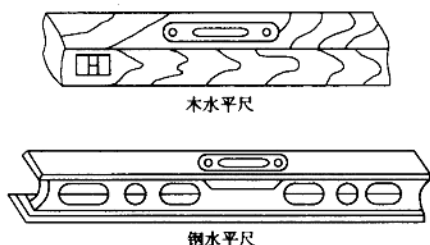

图 1-2 水平尺
7) 水平尺：如图 1-2 所示，主要用来检查物面是否水平或铅垂。将水平尺置于物面上，如中部水准管气泡居中，则物面水平；将水平尺一边紧靠物体的立面，如端部水准管气泡居中，表示该立面铅垂。水平尺有木制和钢制两种。使用时为防止误差，可在平面上将水平尺旋转 180° ，复核气泡是否居中。